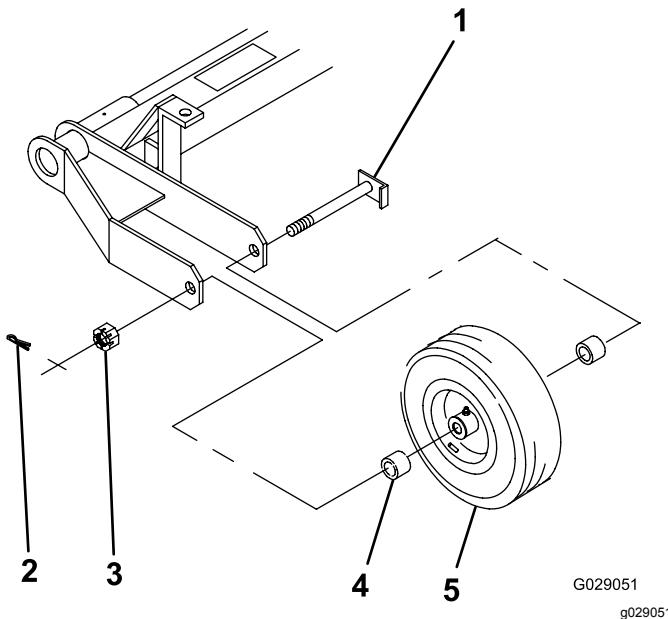

Figura 2
1. Coloque la rueda y 2 espaciadores (1 en cada lado del cubo de la rueda) entre los brazos del bastidor, como se muestra en Figura 2.
2. Introduzca el eje por el bastidor, los espaciadores y la rueda (Figura 2).